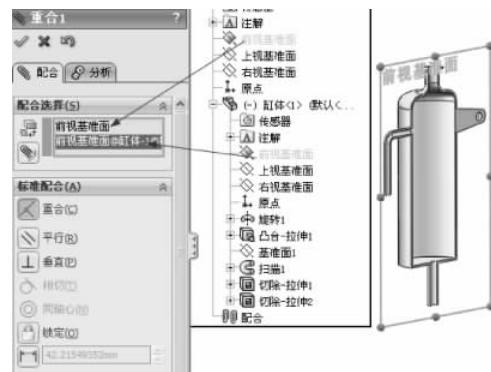

图 3-5 前视基准面重合配合
(4) 单击【装配体】工具栏中的【配合】按钮 ，弹出【配合】的属性设置。选择【标准配合】选项组下的 【重合】配合类型，单击【配合选择】选项组下的选择框，然后在图形区域的特征树中选择如图 3-5 所示的装配体环境下的前视基准面和缸体零件的前视基准面，其他保持默认，单击【确定】按钮 ，完成前视基准面重合的配合。